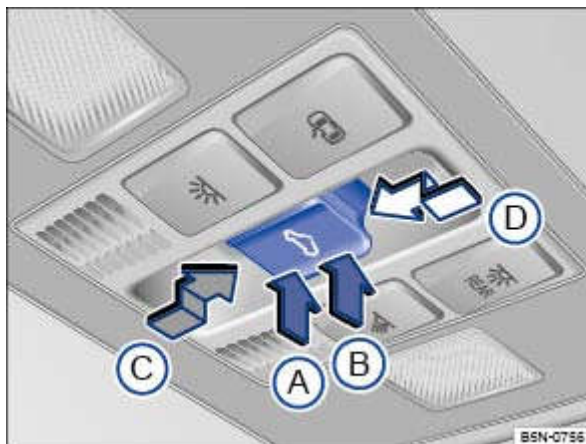

Fig. 43 Dans le ciel de pavillon : touche de commande du toit en verre
La touche  → Fig. 43 est une touche à 2 positions. Dans la 1^{re} position, il est possible de relever, d'ouvrir ou de fermer le toit partiellement ou complètement.
- *Relèvement du toit en verre* : appuyez sur l'arrière → Fig. 43 ② de la touche jusqu'à atteindre la 1^{re} position. Fonctionnement automatique : appuyez brièvement sur l'arrière de la touche ② jusqu'à atteindre la 2^e position.
- *Fermeture du toit en verre* : appuyez sur l'avant ① de la touche jusqu'à atteindre la 1^{re} position. Fonctionnement automatique : appuyez brièvement sur l'avant de la touche ① jusqu'à atteindre la 2^e position.
- *Interruption du relèvement ou de la fermeture automatique du toit* : appuyez de nouveau sur la touche ① ou ②.
- *Ouverture du toit en verre* : poussez la touche ③ vers l'arrière jusqu'à atteindre la 1^{re} position. Fonctionnement automatique jusqu'en position confort : poussez brièvement la touche ③ vers l'arrière jusqu'à atteindre la 2^e position.
- *Fermeture du toit en verre* : poussez la touche ④ vers l'avant jusqu'à atteindre la 1^{re} position. Fonctionnement automatique : poussez brièvement la touche ④ vers l'avant jusqu'à atteindre la 2^e position.
- *Interruption de l'ouverture ou de la fermeture automatique du toit* : appuyez de nouveau sur la touche ③ ou ④.
- *Toit en verre* : dans les 5 secondes suivant le déclenchement du dispositif antipincement, appuyez sur la touche  → Fig. 43 dans le sens de la flèche ① jusqu'à la 2^e position jusqu'à ce que le toit en verre soit entièrement fermé.
- *Store pare-soleil* : dans les 5 secondes environ suivant le déclenchement du dispositif antipincement, appuyez sur la touche → Fig. 43 ② jusqu'à ce que le store pare-soleil soit entièrement fermé.